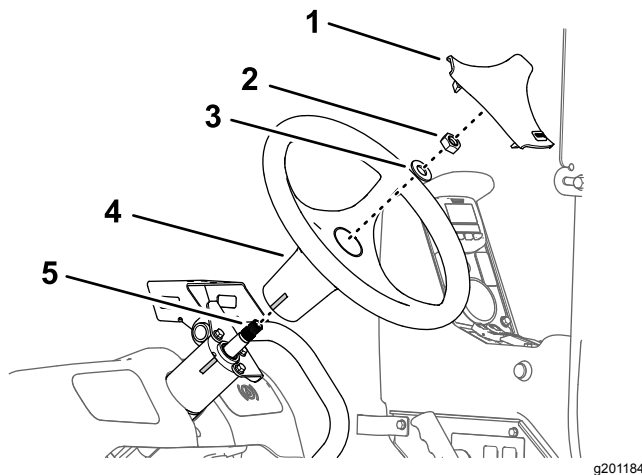

Figura 163
1. Alinhe a marca da fita no volante com a marca na caixa da válvula da direção (**Figura 163**).
2. Monte o volante no eixo da válvula da direção (**Figura 163**) com a anilha (5/8 pol.) e porca (5/8 pol.) que retirou no passo 3 de **Remoção do volante** (página 73).